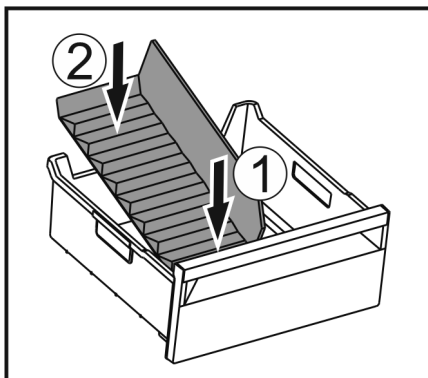

Fig. 35
- Trenner vorne zuerst einsetzen Fig. 35 (1).
- Hinteren Teil absenken Fig. 35 (2).